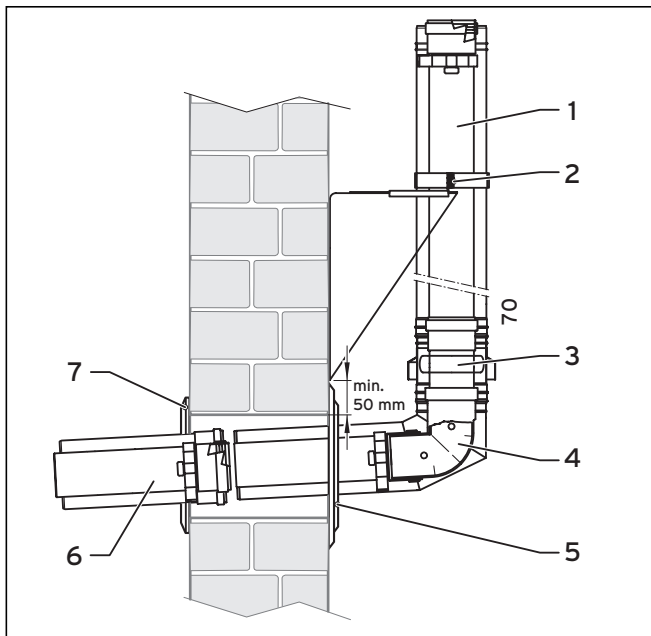

Abb. 6.71 Montage des Anschlusses für die Außenwandleitung
- Hängen Sie jeweils eine Luftschelle (1, Abb. 6.72) auf eine Außenwandverlängerung (1, Abb. 6.71) und das Luftansaugstück (3, Abb. 6.71).
- Stecken Sie das Luftansaugstück (3, Abb. 6.71) und den Wanddurchführungsbogen (4, Abb. 6.71) bis zum Anschlag zusammen, ebenso die Außenwandverlängerung (1, Abb. 6.71) und das Luftansaugstück (3, Abb. 6.71).
- Setzen Sie den Wanddurchführungsbogen (4, Abb. 6.71) mit Luftansaugstück und Verlängerung in den Wanddurchbruch ein.
- Legen Sie die Spannschelle der Wandkonsole (2, Abb. 6.71) um die Außenwandverlängerung und ziehen Sie die beiden Klemmschrauben fest.
- Kürzen falls erforderlich die weiße Verlängerung (6, Abb. 6.71) auf Länge.
- Setzen Sie die weiße Verlängerung (6, Abb. 6.71) von innen auf den Wanddurchführungsbogen (4, Abb. 6.71).
- Verschrauben Sie die Innenrosette (7, Abb. 6.71) von innen.
- Verschrauben Sie die Außenrosette (5, Abb. 6.71) von außen.